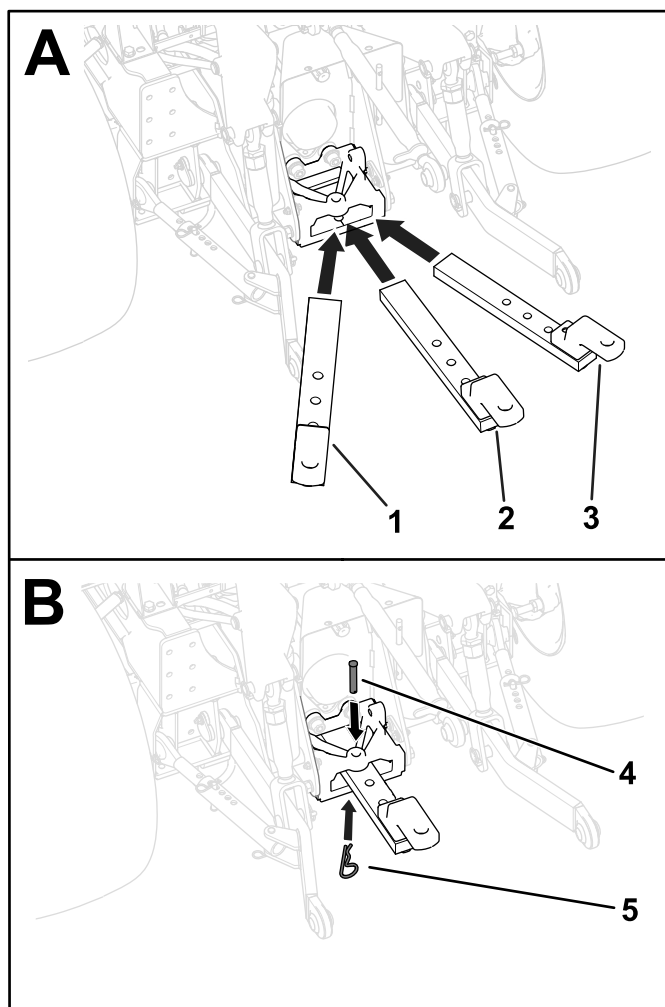

Figure 21
Vous pouvez monter la barre d'attelage déportée à gauche, déportée à droite ou centrée (Figure 21). Déterminez la position correcte de la barre d'attelage pour votre accessoire, puis installez la barre d'attelage comme suit :
1. Insérez la barre d'attelage dans son support (Figure 21).
2. Fixez la barre d'attelage au support en insérant l'axe de chape dans l'un de ses trois trous de montage puis en bloquant l'axe avec la goupille fendue (Figure 21).